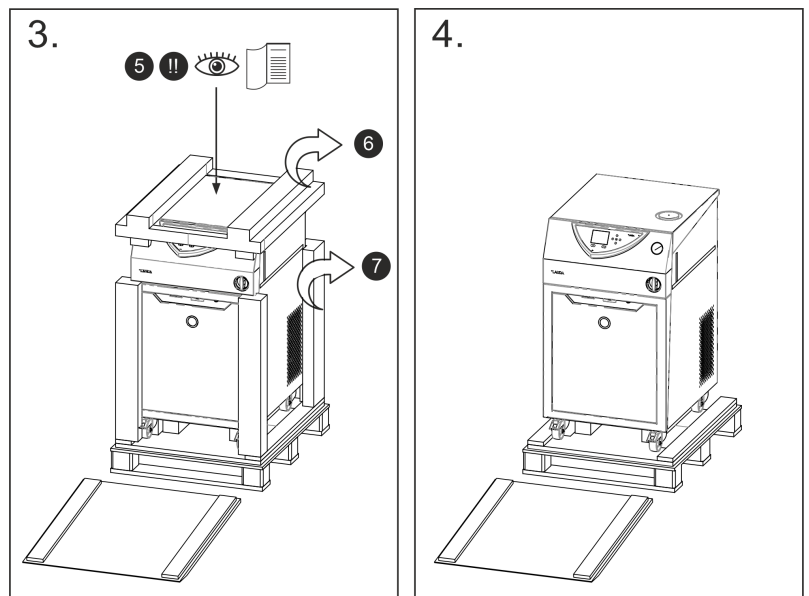

Fig. 3: Gráfico de las instrucciones de desembalaje para VC 5000
4. **Imagen 3:** En el equipo está el manual de instrucciones ⑤, que va a necesitar.